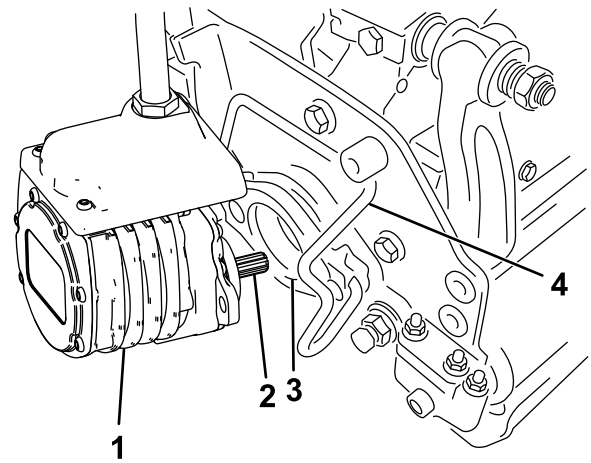

Figura 54
- Cubra el eje acanalado del motor de la unidad de corte con grasa limpia (Figura 54).
- Introduzca el motor en el lado izquierdo de la unidad de corte (visto desde el puesto del operador) y tire de la barra de retención del motor en la unidad de corte hacia el motor hasta que oiga un “clic” en ambos lados del motor (Figura 54).